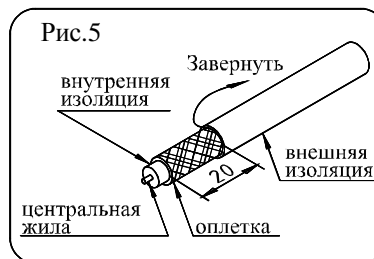
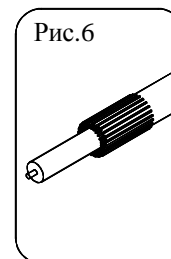

Рис.5
Рис.6
6.3.1. С помощью ножа снять внешнюю изоляцию кабеля на длине 20 мм (рис.5) и завернуть экранную оплетку на внешнюю изоляцию кабеля (рис.6). Удалить слой фольги с внутренней изоляции кабеля, если он присутствует.